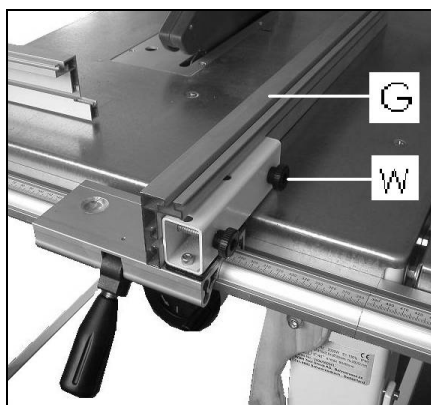

Fig 7
Montieren Sie die Anschlagsschiene (G, Fig 7) mit 2 Schrauben und 2 Flügelmutter (W) am Parallelanschlag Grundkörper.